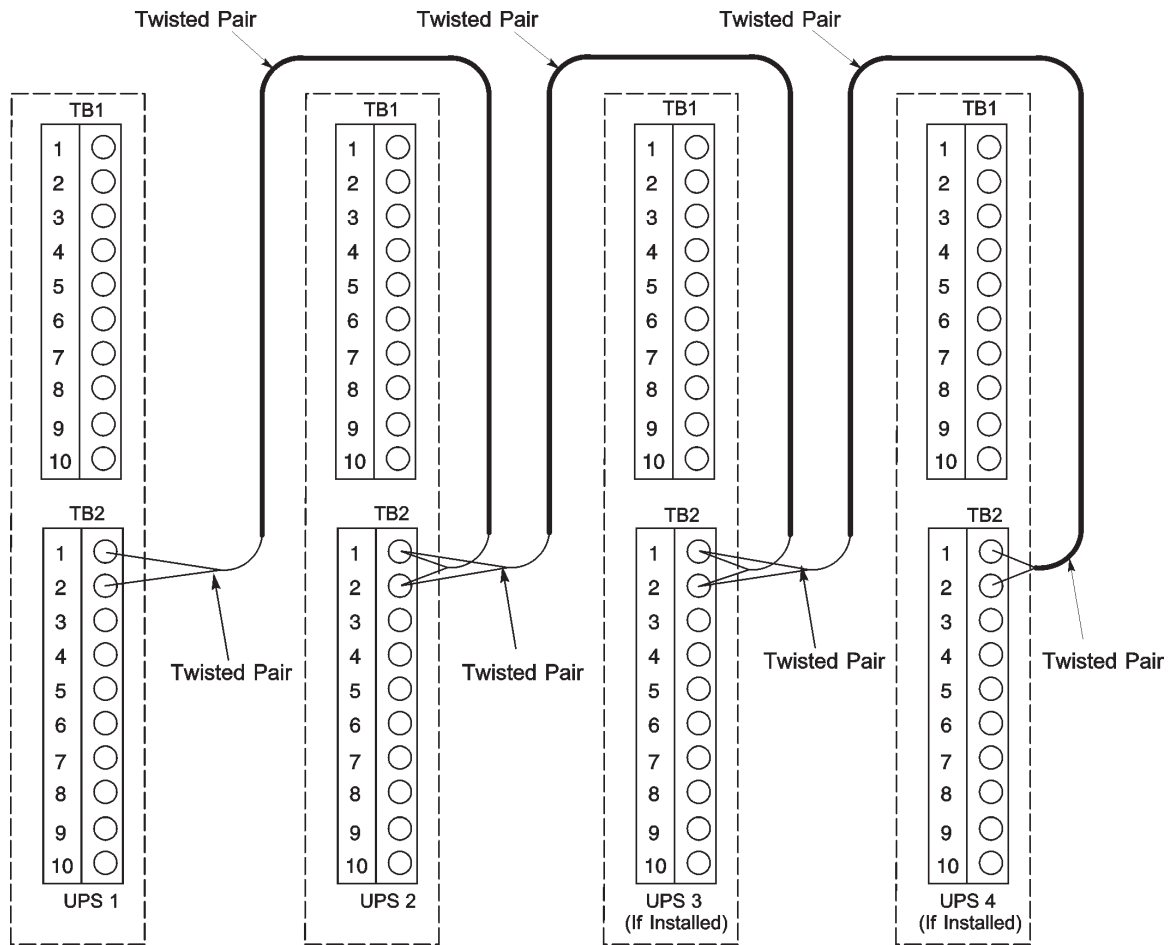

Рис. 5-5. Проводка Pull-Chain систем с распределенным байпасом без MOV
9. Проведите и установите проводку системы с распределенным байпасом между шкафами ИБП. Для получения информации о подключении проводки см. Рис. 5-5 и Табл. 5-3 на стр. 62.